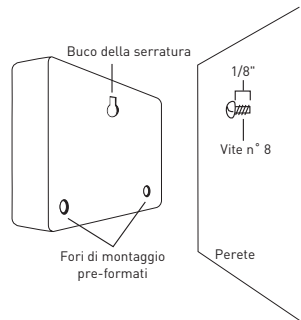

Figura 2: Fissate il timer alla parete utilizzando la fessura a forma di buco della serratura
- Inserire il timer sulla vite che sporge (usando la fessura a forma di buco della serratura che si trova nella parte posteriore del timer). *Vedi figura 2*
- Avvitare una vite n°8 in uno dei due fori pre-forati situati negli angoli inferiori della scatola. *Vedi figura 2*